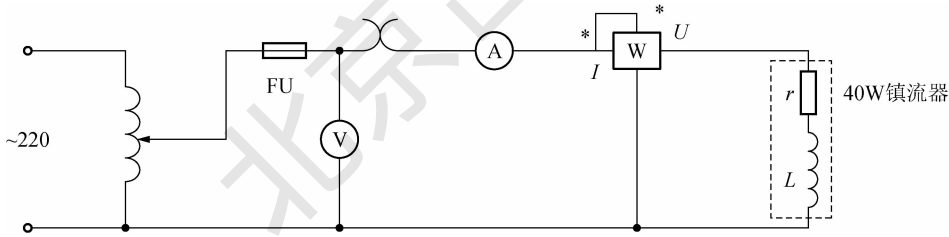

图 2.6.1
1. 用镇流器作为待测元件,按图2.6.1接线,调节调压器电压,监视电流表的示数,使 $I$ 为镇流器在日光灯电路中的额定电流,即 $I = 0.4\text{A}$ ,然后测量电压 $U$ 和功率 $P$ ,并计算 $r$ 、 $X$ 和 $L$ 。
3. 将图2.6.1中的镇流器取下,换上电阻与电容 $C$ 串联的待测阻抗,其中 $r$ 为滑线变阻器上的某一电阻, $C$ 为动态电路板上标称值为 $4\mu\text{F}$ 的电容器(以此为待测电阻和电容),取 $U = 200\text{V}$ ,测量 $I$ 和 $P$ ,并计算 $r$ 和 $C$ 值。